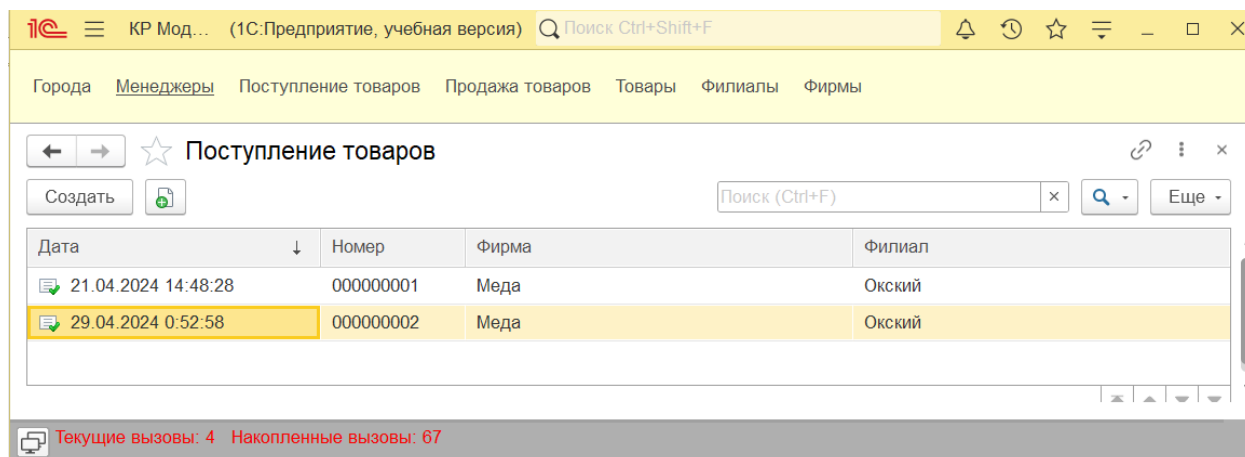

Рис. 3.20. Форма списка документа «Поступление товаров» в режиме «1С: Предприятие»
6. Переходим в режим 1С: Предприятие и снова проводим все документы «Поступление товаров», так как они проведены до **создания регистра сведений** (рис. 3.20). Также можно создать еще один документ с новой ценой на тот же товар.